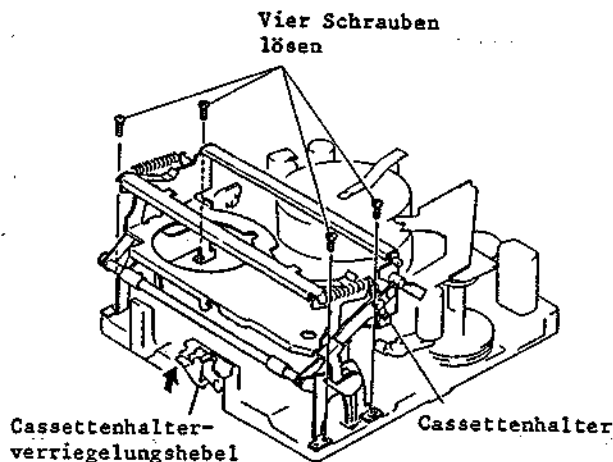

Abb. 2-40 Ausbau des Cassettenhalters
### 3-2 Ausbau des Cassettenhalters (Abb. 2-40)
1. Den Cassettenhalter-Verriegelungshebel in Pfeilrichtung bewegen und den Cassettenhalter anheben (siehe Abb. 2-40).
2. Vier (4) Befestigungsschrauben des Cassettenhalters lösen.
1. Den Cassettenhalter ausbauen (siehe Abb. 2-40).